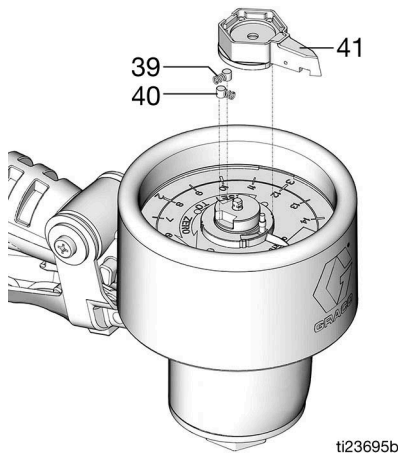

FIG. 15
3. Retire el puntero de la aguja (41), los muelles (39) y las clavijas (40) (FIG. 15).